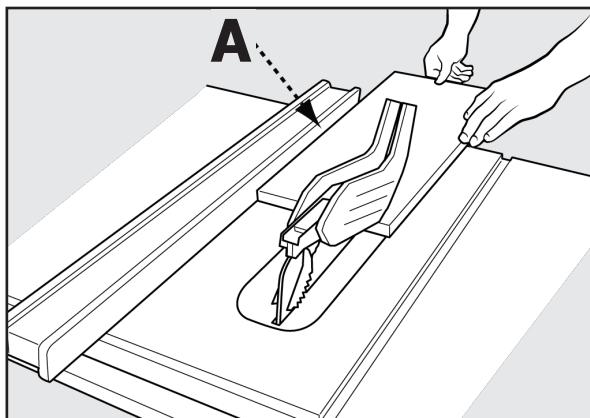

FIGURA 28
8. Sujete la pieza de trabajo horizontalmente sobre la mesa y contra la guía (A). La pieza de trabajo debe tener un borde recto contra la guía y no debe estar deformada, torcida ni doblada. Vea la posición correcta de las manos en la Figura 28.